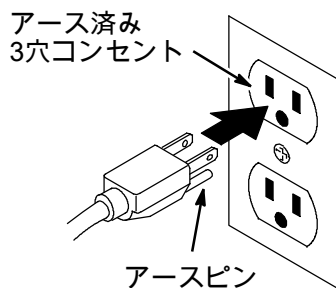

図 2
1. 電源コードをアースのあるコンセントに差し込みます (図 2)